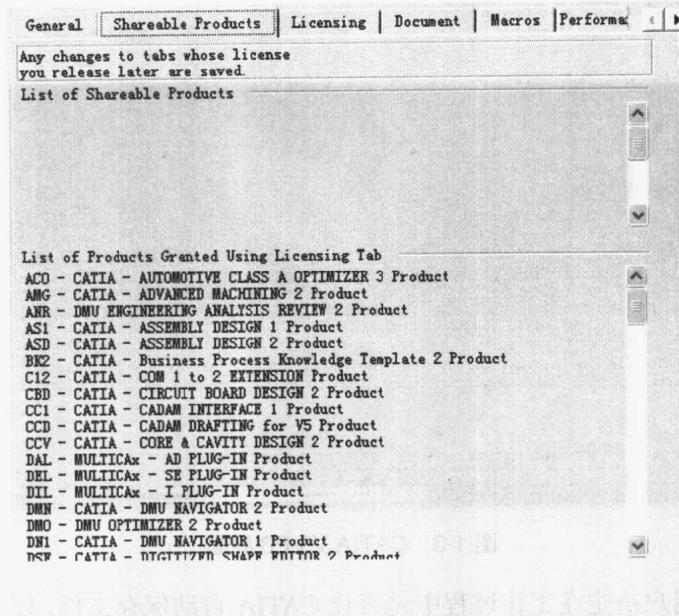

图 1-4 Shareable Products 选项卡
(2) Shareable Products 选项卡显示可以共享的产品, 如图 1-4 所示。